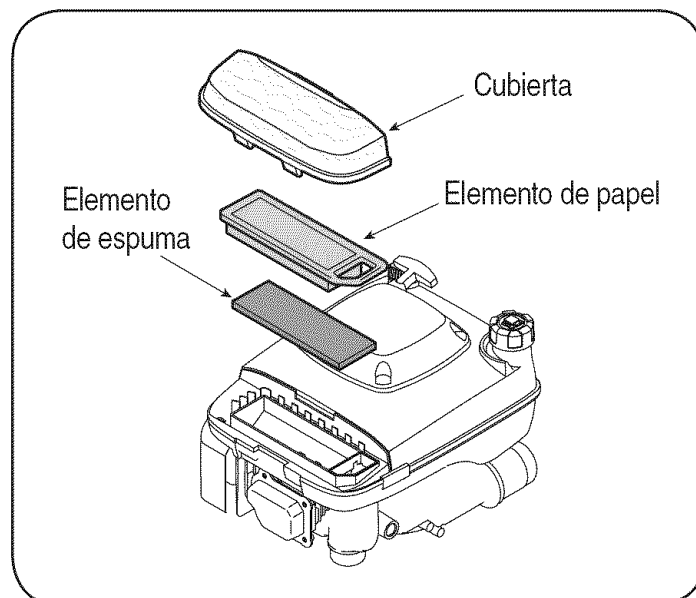

Figura 14
- Limpie el elemento de espuma después de las 8 primeras horas y cada 25 horas. Vea la Figura 14.
- Limpie el elemento de papel después de las 8 primeras horas y cada 100 horas. Vea la Figura 14.